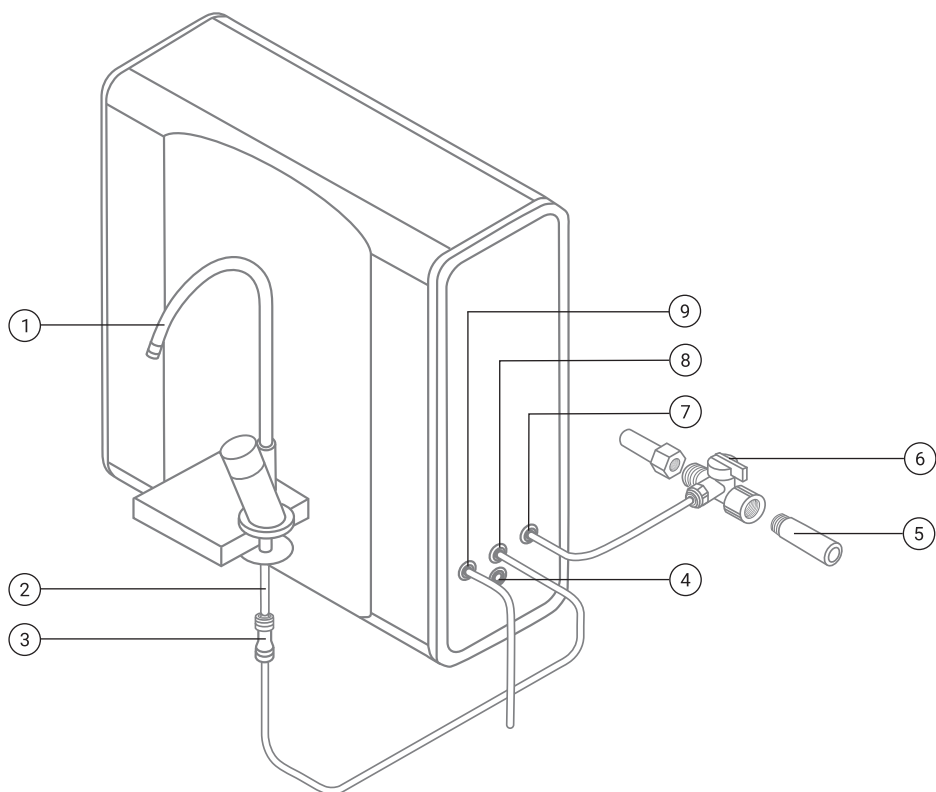

Рис. 1. Схема подключения Geyser Osmo Lux.
3. Свободный конец белой трубки 3/8" из комплекта поставки присоедините к фитингу на вход «IN» в корпусе фильтра (См. раздел подсоединение гибких трубок и схему подключения (рис.1).
- Свободный конец красной трубки из комплекта поставки подключите в фитинг дренажа «Drain» (См. раздел подсоединение гибких трубок и схему подключения (рис. 1).
- Подключите синюю трубку из комплекта поставки к фитингу на выход «OUT» воды из фильтра (См. раздел подсоединение гибких трубок и схему подключения (рис. 1).
- Свободный конец синей трубки подключите к фитингу 1/4" из комплекта поставки (См. раздел подсоединение гибких трубок и схему подключения (рис. 1).
- Фитинг 1/4" вместе с установленной в него трубкой подключите к штоку крана чистой воды (См. раздел подсоединение гибких трубок и схему подключения (рис. 1)